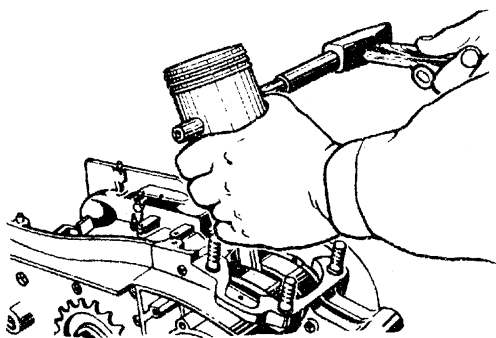

Рис. 3.3. Выпрессовка поршневого пальца
- выпрессовать поршневой палец с помощью молотка и оправки, придерживая поршень рукой, в соответствии с рис. 3.3;